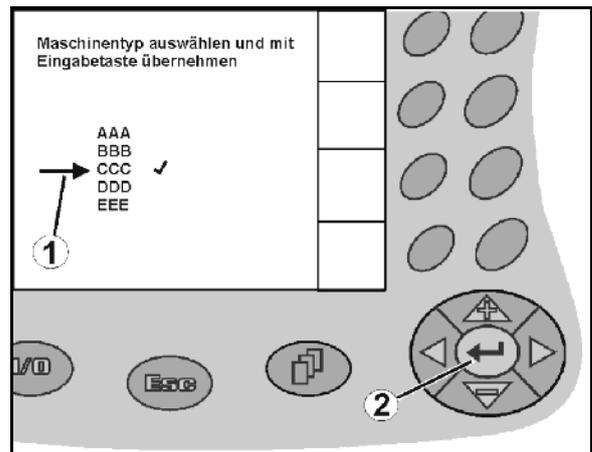

Fig. 16
1. Posicionar a seta de selecção (Fig. 16/1) com  e .
2.  Aceitar a selecção (Fig. 16/2).